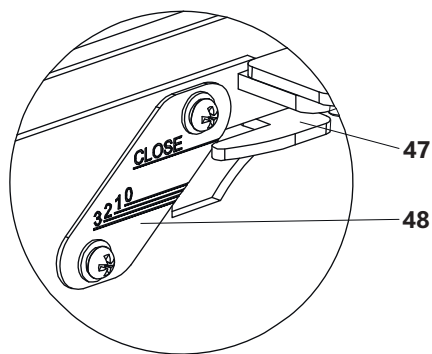

Рис. 14
- перемещением вверх/вниз ручки-рычага 46, находящейся под загрузочным столом, переместить стол на необходимую глубину строгания ($0 \div 3$ мм), совместив визир 47 на загрузочном столе с необходимым значением штриха на шкале 48 (рис. 14);
- свести загрузочный 25 и приёмный 24 строгальные столы с помощью ручек-рычагов 46 и 49, установить на один уровень с пильным столом 23, таким образом, чтобы визир 47 указывал на значение «close» на шкале 48 (рис. 14);